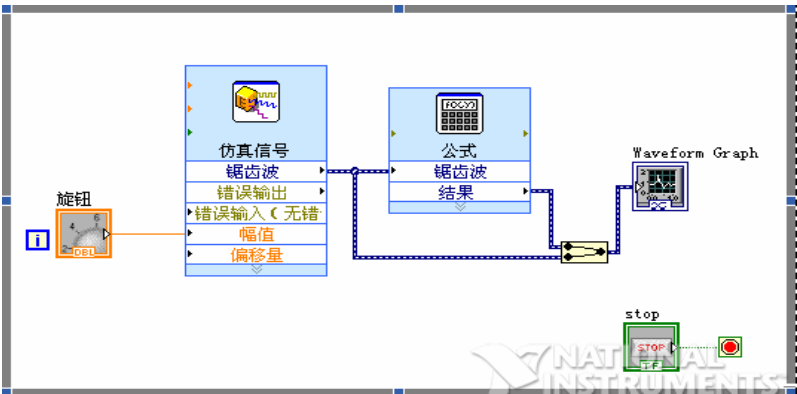

图 6-19 图形上显示两个信号连线
5) 图形上显示两个信号。要在同一个图形中比较“仿真信号”与仿真信号经过公式所调整的信号，可使用“合并信号”函数，如图 6-19 所示。